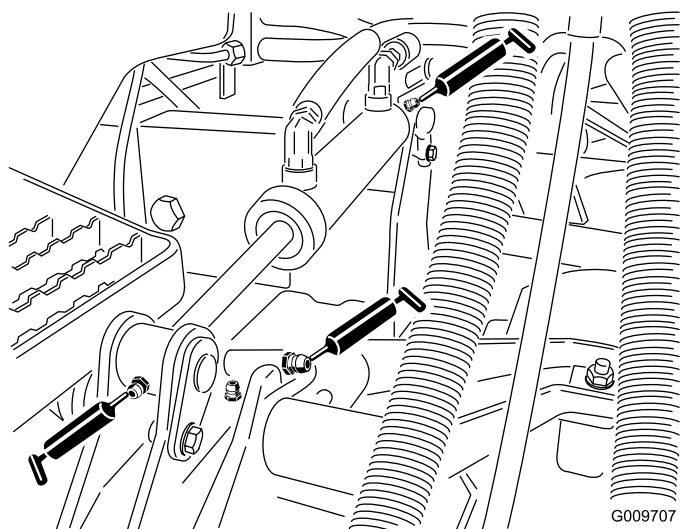

Рисунок 41
- Втулки подъемных рычагов (по 1 шт. на режущий блок), как показано на Рисунок 41
- Втулки подъемных цилиндров (по 2 шт. на режущий блок), как показано на Рисунок 41